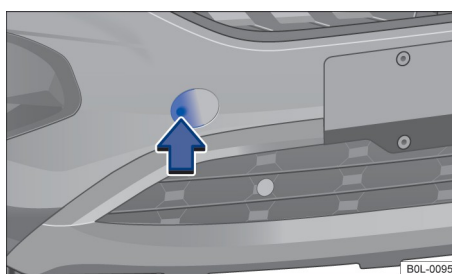

Рисунок 129. Верхняя правая сторона переднего бампера: снимите накладку
- Нажмите на правую часть накладки в направлении, указанном стрелкой → Рисунок 129 чтобы открыть накладку.